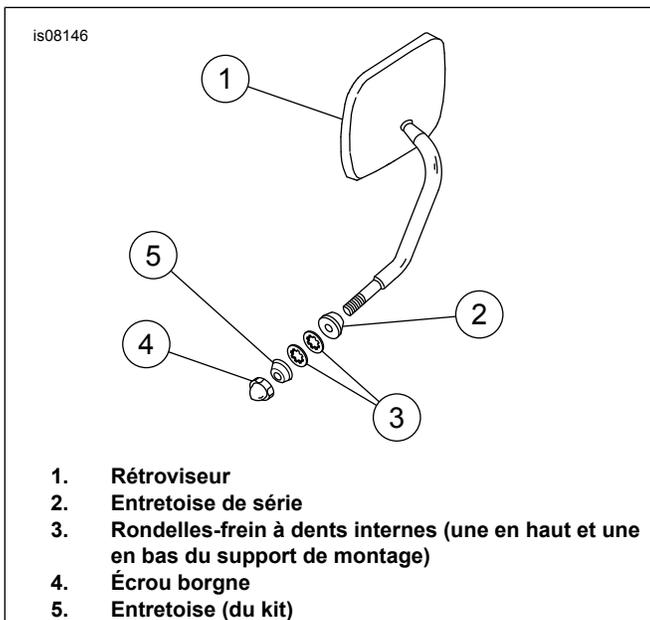

Figure 2. Installation du rétroviseur de droite
- Voir Figure 2. Installer l'écrou borgne du kit pour fixer le rétroviseur de droite. Si l'écrou borgne arrive en bout de course sans être serré, ajouter la deuxième entretoise du kit dans le lieu indiqué.